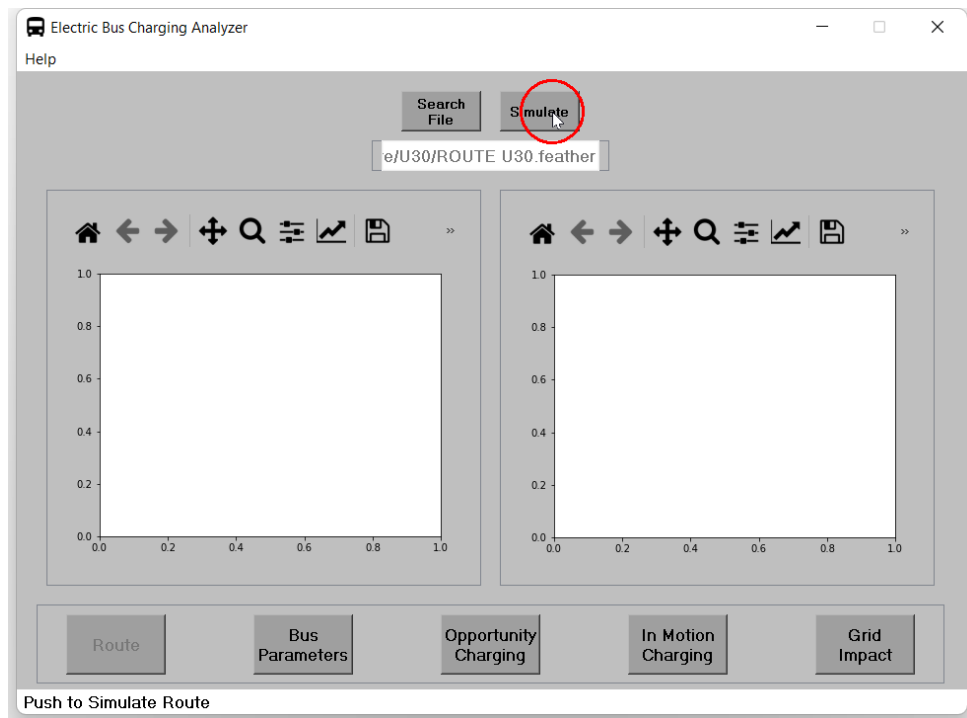

Figura 15: Simulación de la ruta.
3. Luego se debe simular la ruta el presionando el botón **Simulate** como se muestra en la figura 15.